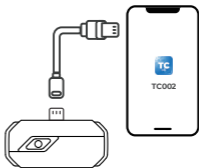

Abbildung 3.1.2
Oder Sie können auch das im Lieferumfang enthaltene Verlängerungskabel zum Verbinden von TC002 mit Ihrem iOS-Gerät benutzen. (siehe Abbildung 3.1.2)
2) Das Modell des iOS-Gerätes muss mindestens die Version iOS11 haben oder iPhone 7 sein. (siehe Abbildung 3.1.2)